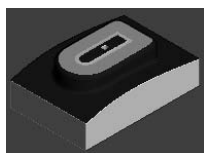

图 3-36 仿真加工结果
2) 在“仿真”工具栏的“当前刀具路径”下拉列表中选择要模拟的刀具路径 finish1，然后单击“执行”按钮, 系统开始自动仿真加工，仿真加工结果如图 3-36 所示。